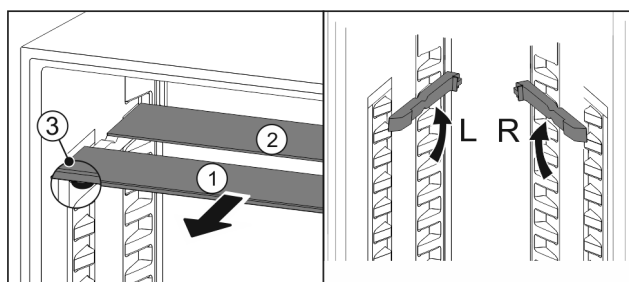

Fig. 29
- Vytiahnite sklené dosky jednotlivo dopredu Fig. 29 (1).
- ▷ Sklená doska Fig. 29 (1) s ozdobnou lištou leží vpredu.
- ▷ Zarážky Fig. 29 (3) ukazujú nadol.